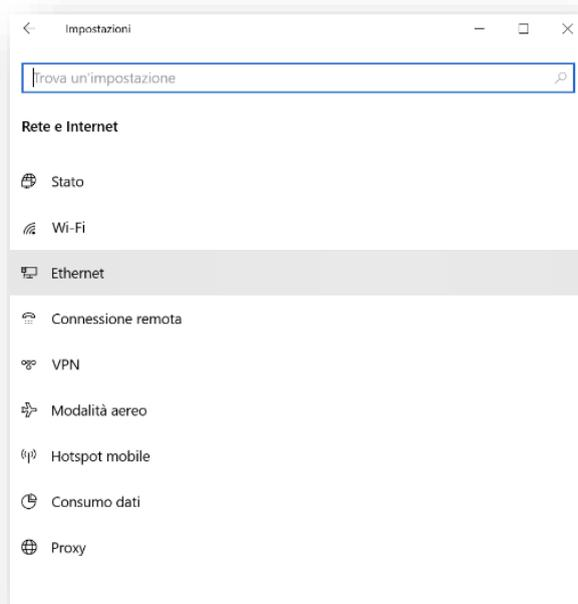
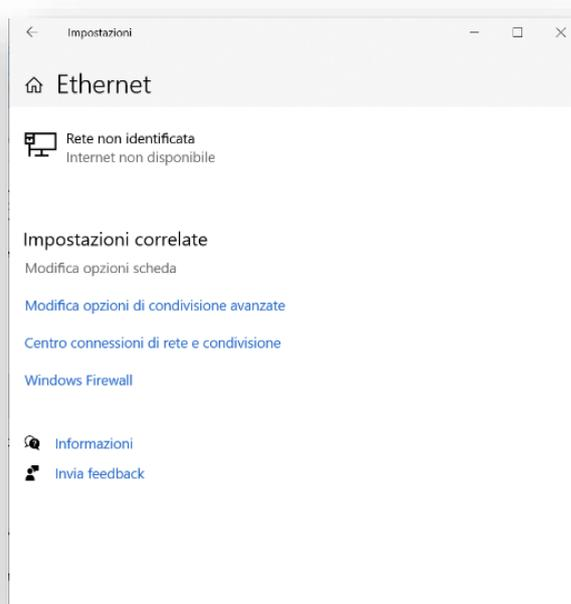

Fig. 10
Fig. 11
4. Scegliere ancora Ethernet (Fig.10) e si aprirà il menù (Fig. 11)